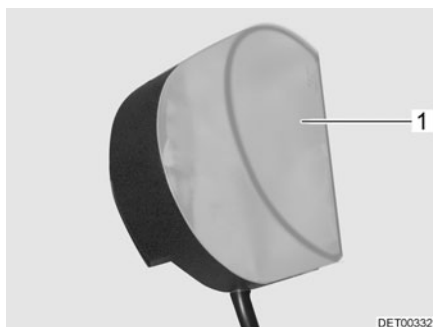

Fig. 257 Lámpara del armario ropero
- Comprimir ligeramente la cubierta de la luz (Fig. 257,1) y retirarla.